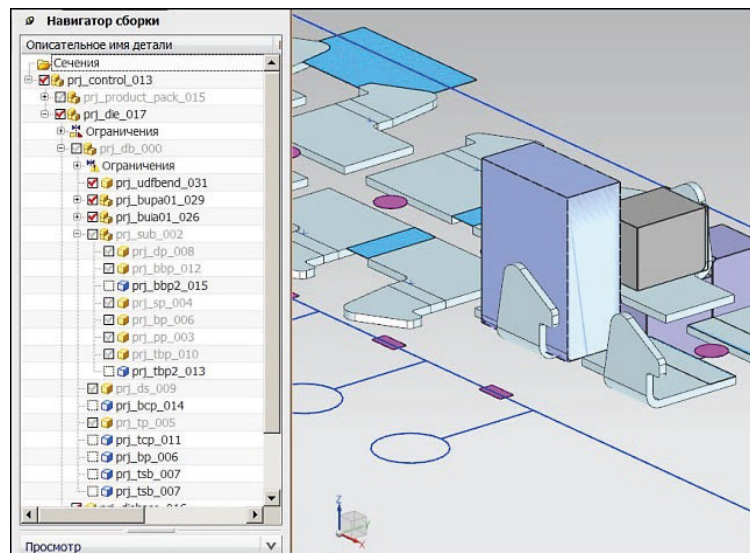

Рис. 9.12. Пользовательская матрица
23. Задайте дополнительные настройки матрицы. В разделе **Зазор** нажмите кнопки выбора для плит **PP**, **BP**, **SP**. Не изменяйте размеры зазора по умолчанию. В разделе **Настройки** проверьте, что все кнопки отключены. Нажмите кнопку **ОК**. Созданная матрица пользователя отображена на рис. 9.12. В **Навигаторе сборки** ей присвоено имя *prj\_udfbend\_031*.